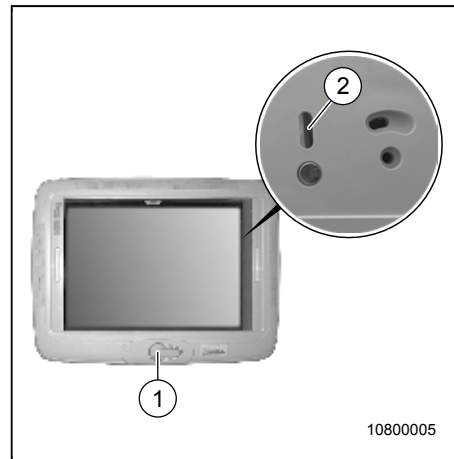

Fig. 45 Toit ouvrant à manivelle
1. Sortir la manivelle (Fig. 45, pos. 1) du creux en la rabattant.
2. Tourner la manivelle (Fig. 45, pos. 1) dans le sens indiqué sur le manche de la manivelle et amener le toit ouvrant sur la position souhaitée.
3. Rabattre la manivelle (Fig. 45, pos. 1) dans le creux.
2. Tourner la manivelle (Fig. 45, pos. 1) dans le sens indiqué sur le manche jusqu'à ce le toit ouvrant soit fermé.
3. Pour verrouiller totalement le toit ouvrant, tourner la manivelle (Fig. 45, pos. 1) jusqu'à ce que l'on voit le trait rouge dans l'ouverture de contrôle (Fig. 45, pos. 2).
5. Rabattre la manivelle (Fig. 45, pos. 1) dans le creux.